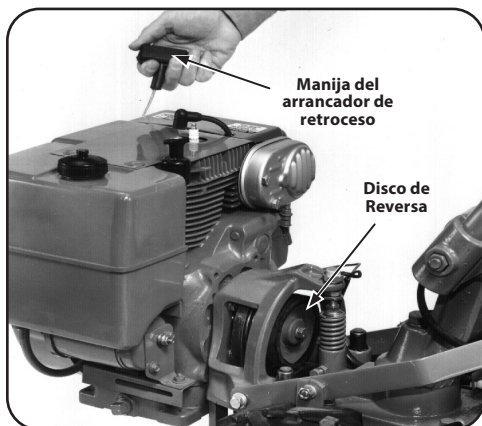

Figura 5-20
2. Ponga la palanca de Ruedas/Dientes/Transmisión de la PTO en NEUTRAL (punto muerto). Saque brevemente la manija del arrancador de retroceso del motor mientras observa el disco de reversa. El disco debe girar, pero la polea inferior no. Consulte la Figura 5-20. Si el disco de reversa hace girar la polea inferior o si está ubicado más cerca de $\frac{3}{16}$ " respecto de la polea, se debe ajustar hacia arriba el perno de ajuste de reversa. Si se mueve el perno de ajuste hacia arriba también se soluciona el problema cuando la cultivadora se pone sola en REVERSE (marcha atrás).